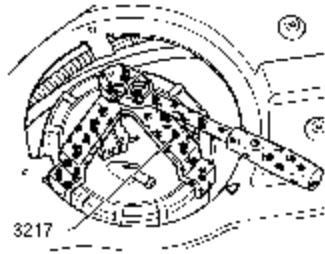

图 2-137 拆卸紧固螺母
- (4) 用扳手 3217 拧下紧固螺母，如图 2-137 所示。